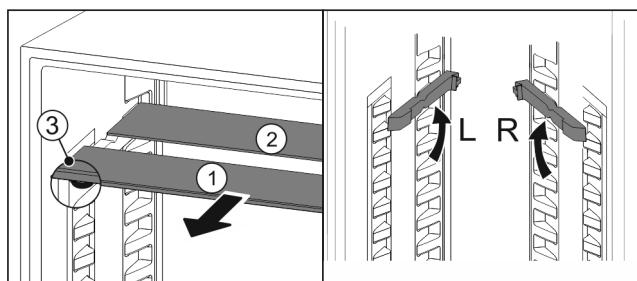

Fig. 140
- ▶ Пусніть Fig. 140 (1) скляну панель вперед.
- ▶ Скляна панель Fig. 140 (1) з декоративною планкою лежить спереду.
- ▶ Стопори Fig. 140 (3) показують вниз.